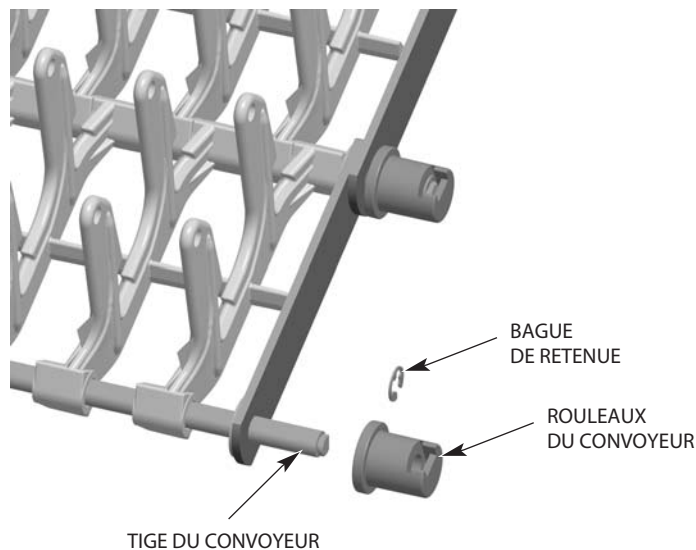

Fig. 37
**REMARQUE :** À chaque fois qu'une roulette du convoyeur est installée ou remplacée, une NOUVELLE bague de retenue (Fig. 37) doit être utilisée.